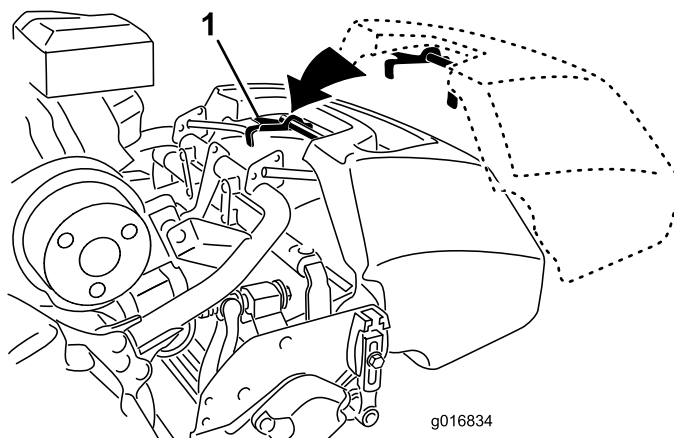

Figure 9
1. Saisissez le bac par la poignée (Figure 9).
2. Guidez le bord du bac entre les plaques du plateau de coupe et par dessus le rouleau avant (Figure 9).
3. Placez les crochets du bac par dessus la boucle du cadre (Figure 9).